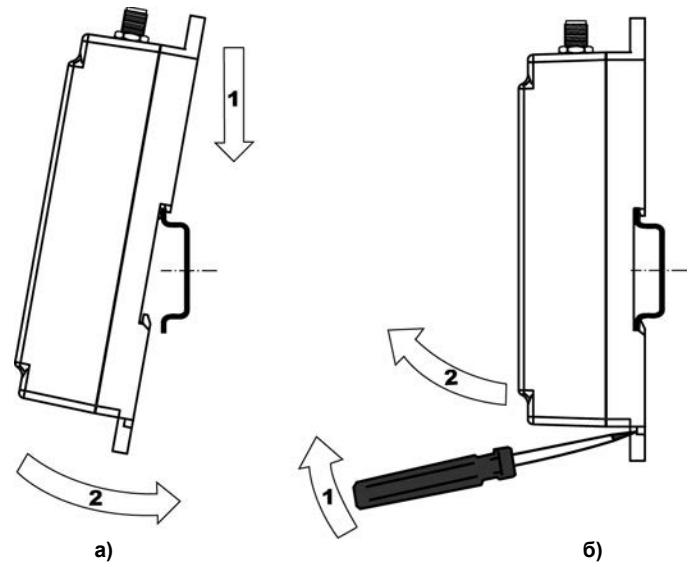

Рисунок 6.1 – Монтаж контроллера с креплением на DIN-рейку
- 3 Контроллер с усилием прижимается к DIN-рейке в направлении, показанном стрелкой 2, до фиксации защелки (рисунок 6.1, а);
- 4 Для съема контроллера с DIN-рейки в проушину защелки вставляется острое отвертка (см. рисунок 6.1, б), и защелка отжимается по стрелке 1, после чего контроллер отводится от DIN-рейки по стрелке 2.